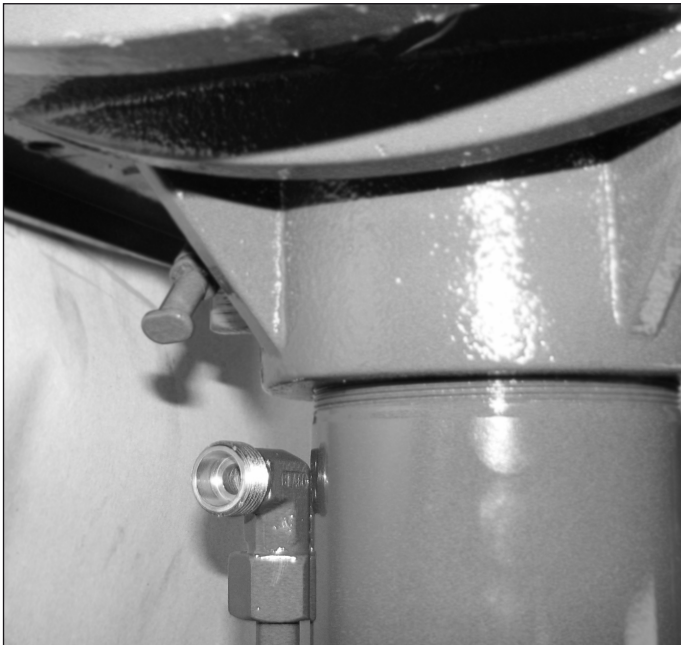

fig. 1
5. Montering af cylinder/cylindre: Løft cylinderen i en strop med kran eller gaffeltruck og sænk den forsigtigt ned i rammen, så hydraulikfittingsen peger mod betjeningspanelet (fig. 1).